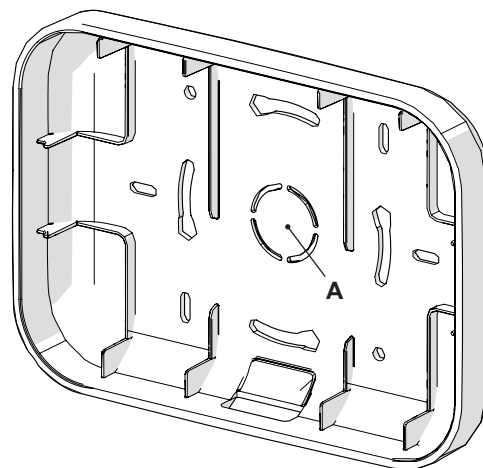

Figura 2.30
Fissare il pannello posteriore utilizzando i fori predisposti e le viti in dotazione dopo aver fatto passare i cavi attraverso la cavità centrale (A) (Figura 2.30).